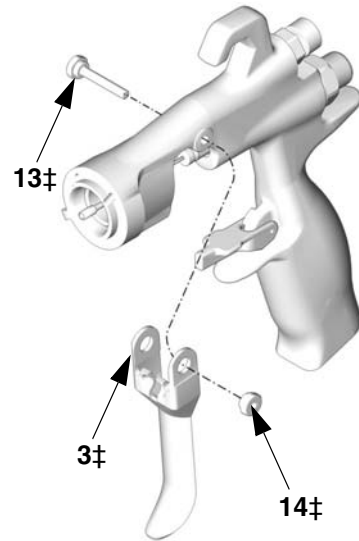

图 37
- 用喷枪工具 ( 30 ) 和螺母起子 ( 29 ) 卸下扳机枢轴销螺母 ( 14† )、枢轴销 ( 13† ) 和扳机 ( 3† )。见图 37。